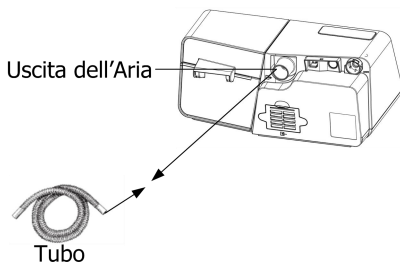

Fig. 12-5
(1) Collegare un'estremità del tubo all'uscita dell'aria del dispositivo principale, come mostrato nella Fig. 12-5.